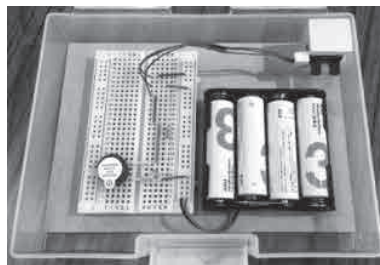

図2 光センサー工作キット
置かれた原稿のサイズを感知したり、コピー用紙の動きなどを感知するために、コピー機の中には数多くの光センサーが使われています。この光センサーを一つ使って、箱のふたを開けると、LED が点滅してブザーが鳴る装置を作ります（図2）。
- (1) ブレッドボードに電気部品の線を差し込んで電気回路を作ります。
- (2) 光センサーと光を遮る金具を、箱の隅に取り付けます（図2の右上）。
- (3) 電池ボックスに電池を入れ、LED が光ることとブザーが鳴ることを確かめたら、箱のふたを閉じます。